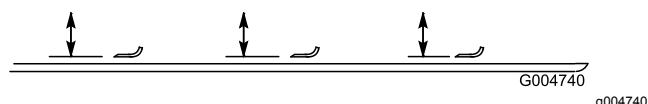

Figura 111
2. Girate la lama fino a disporla in parallelo con la lunghezza della macchina (**Figura 111**). Misurate la distanza tra l'interno dell'apparato di taglio e il tagliente sulla parte anteriore della lama. Ricordate questa misura.